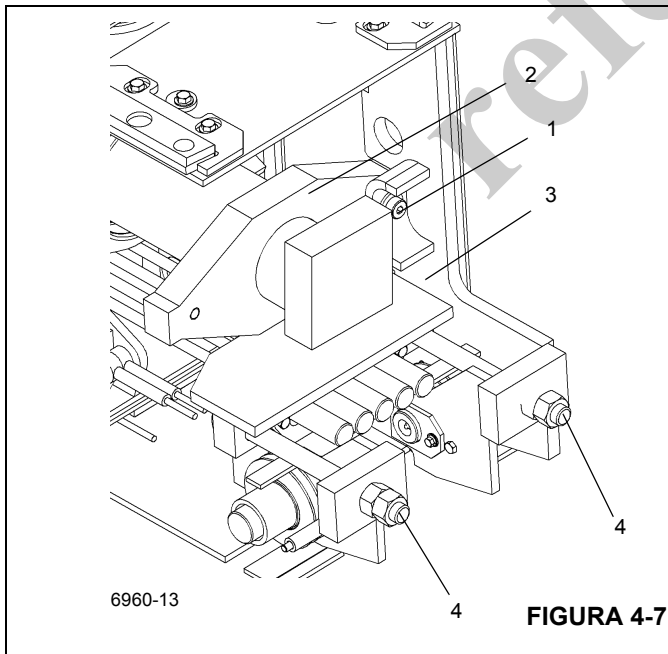

FIGURA 4-7
- Saque los dos pernos y arandelas (1) que fijan la varilla interior del cilindro (2) a la parte trasera de la sección central interior (3) (Figura 4-7).
- Saque las tuercas (4) de los pernos de ajuste del miembro soldado del carruaje del cable de extensión (Figura 4-7).